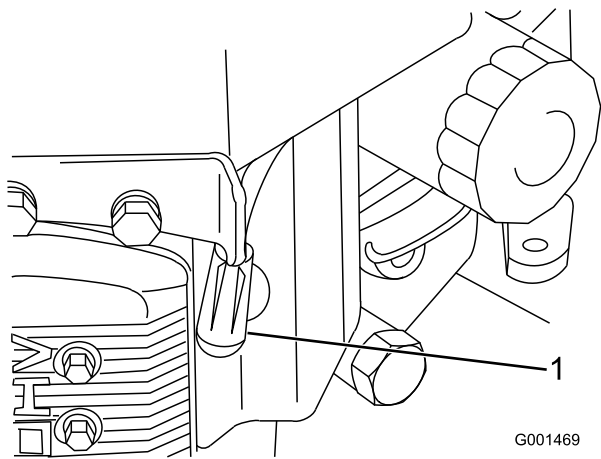

Figura 25
3. Desconecte los cables de las bujías (Figura 25).